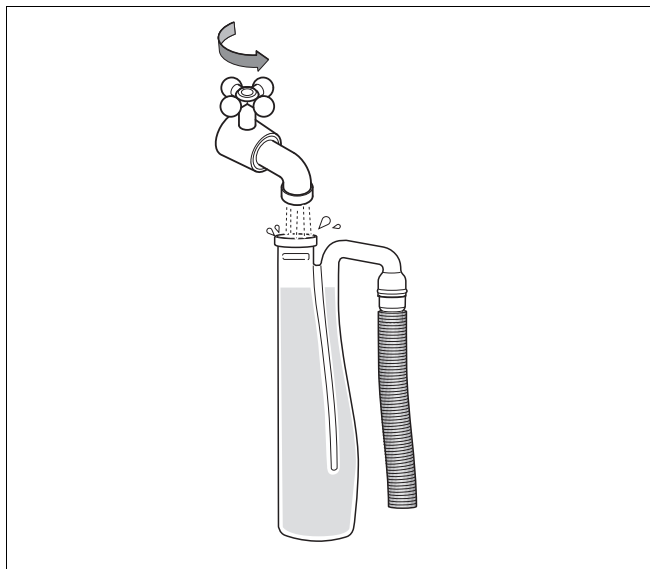

Fig. 63 Sifon met water vullen
- Vul het sifon met één liter water (→ fig. 63) en monteer het sifon.